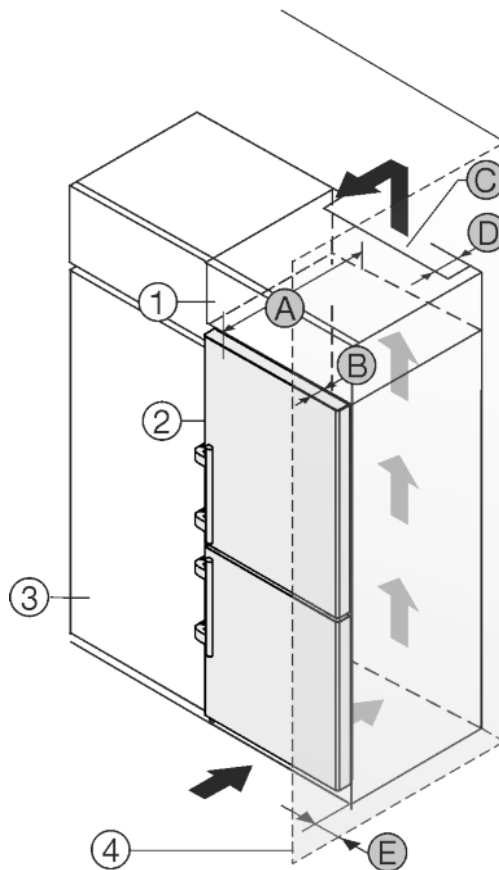

Fig. 47
Spotřebič lze zabudovat do kuchyňských skříní. K vyrovnání spotřebiče Fig. 47 (2) na výšku kuchyňské linky lze na přístroj nasadit nástavec Fig. 47 (1).
Spotřebič lze instalovat přímo vedle kuchyňské skříňky Fig. 47 (3). Aby bylo možné dvířka plně otevřít, musí spotřebič přesahovat o hloubku Fig. 47 (B) vůči přední linii kuchyňské skříňky. V závislosti na hloubce kuchyňských linek a použití vymezovačů odstup od stěny může spotřebič vyčnívat dále.
- Na zadní straně skříňky nástavce musí být větrací šachta hluboká alespoň hloubku Fig. 47 (D) mm přes celou šířku nástavce skříňky.
- Pod stropem místnosti musí být dodržen ventilační průřez Fig. 47 (C).
Pokud je spotřebič se závěsy instalován vedle stěny Fig. 47 (4), musí být dodržena vzdálenost Fig. 47 (E) mezi spotřebičem a stěnou. To odpovídá přesahu madla při otevřených dveřích.